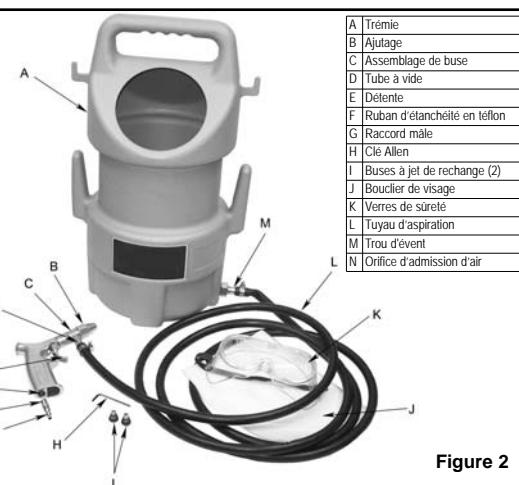

Figure 2
- Installez un raccord mâle 1/4 po NPT (non inclus) à l'orifice d'admission d'air de l'outil (voir Figure 2). **Remarque : Enveloppez toutes les extrémités filetées à l'aide de ruban d'étanchéité en teflon.**
- Placez le collier de la conduite sur le tuyau de siphon et poussez l'extrémité sur le fond du distributeur de sableuse. Serrez le collier de la conduite. (Voir Figure 2) **REMARQUE : Assurez-vous que l'air évent (M) demeure ouverte en tout temps et doit faire face vers le haut. Les abrasifs doivent couler librement de la trémie vers la partie à niveau du tuyau, sous la trémie.**
- Placez l'autre collier de la conduite sur l'autre extrémité du tuyau de siphon et poussez l'extrémité sur le tube électronique. Serrez le collier de la conduite. (Voir Figure 2)